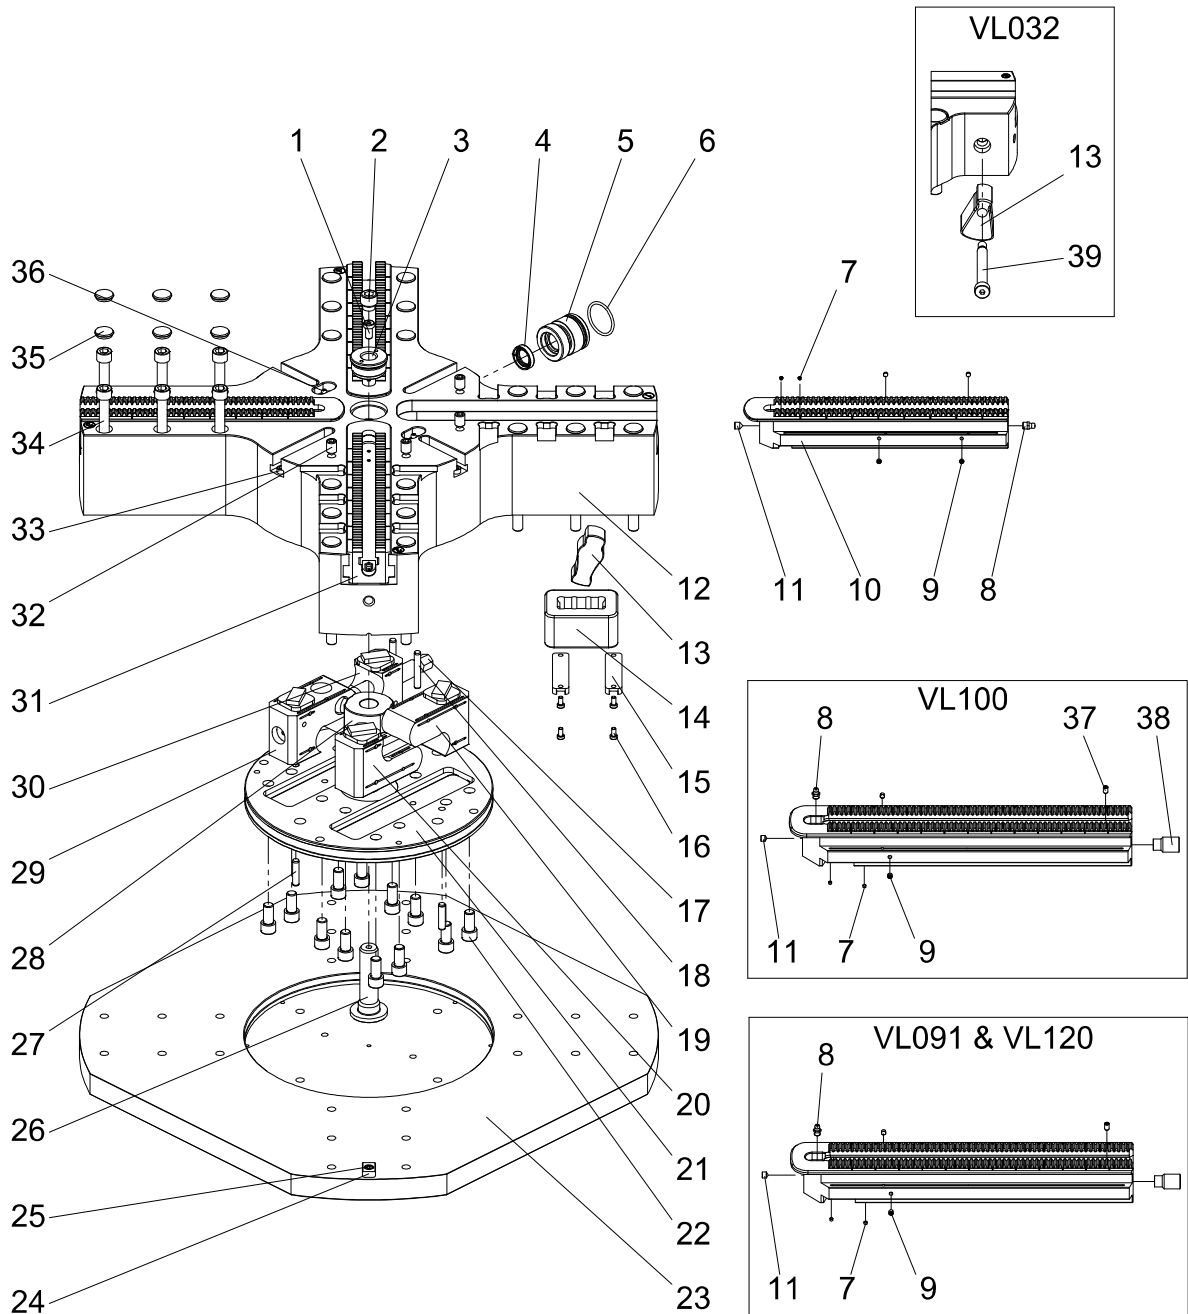

Fig. 8-1 : Pièces de rechange INOFLEX® VL032 à VL120
- Étape 1** Recherchez la pièce de rechange souhaitée dans la figure 8.1 ou 8.2.
Étape 1 Recherchez la pièce de rechange souhaitée dans la figure 8.1 ou 8.2.